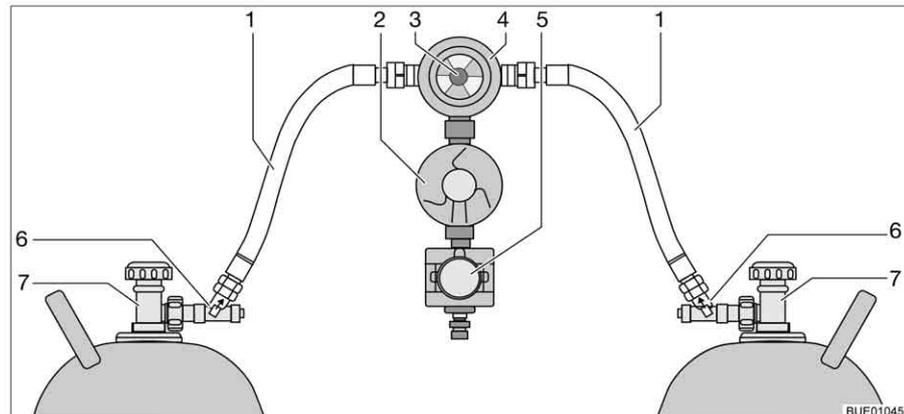

Fig. 145 Instalación de conmutación Crash-Protection-Unit
La Crash-Protection-Unit se compone de dos restrictores de desbloqueo manual (Fig. 145,6), una válvula selectora (Fig. 145,4) con regulador de presión (Fig. 145,2), una electroválvula (Fig. 145,5) y la unidad de mando con LED de tres colores. La válvula selectora está montada entre las dos gomas del gas (Fig. 145,1).
Con el botón giratorio (Fig. 145,3) en la válvula selectora se puede determinar cuál de las bombonas de gas se utilizará como bombona de servicio y cuál bombona de gas como bombona de reserva.
En la unidad de mando (Fig. 146) únicamente pueden conmutarse las funciones eléctricas. Las llaves de paso principales de las bombonas de gas (Fig. 145,7) y los desbloques (Fig. 145,6) deben abrirse a mano.
- Abrir las llaves de paso principales en las bombonas de gas (Fig. 145,7).
- Pulsar los desbloques (Fig. 145,6), uno tras otro, durante 10 segundos.
- Con el botón giratorio (Fig. 145,3) en la válvula selectora (Fig. 145,4), seleccionar la bombona de gas de la que habrá de tomarse el gas principalmente (bombona de servicio).
- Cerrar las llaves de paso principales en las bombonas de gas (Fig. 145,7).